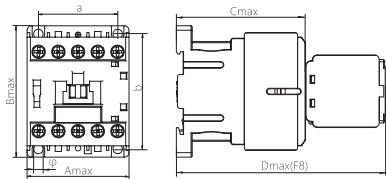

图1 NC8-06M~12M系列交流接触器外形与安装尺寸
2.1 NC8-06M~12M系列交流接触器安装尺寸与外形尺寸，见图1及表2。型号规格重量见箱贴。